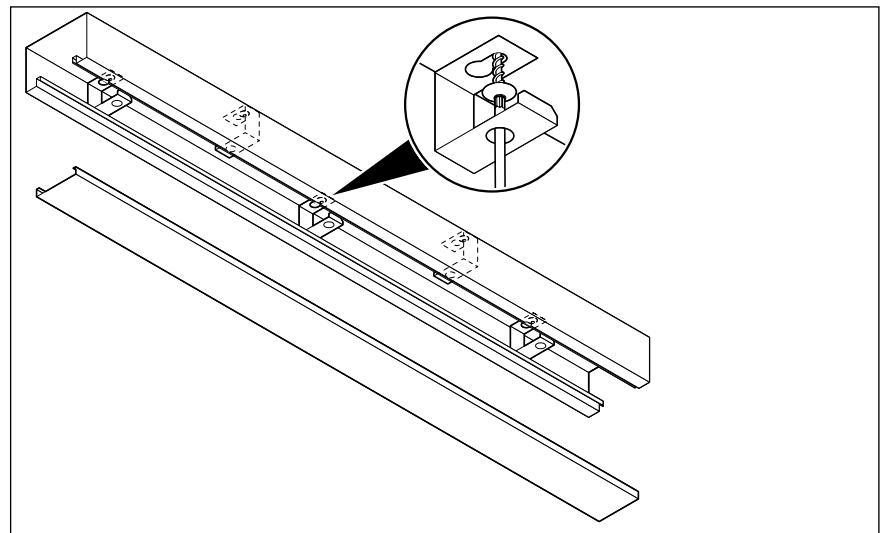

Abb. 16: Kabelbügel bei Deckenmontage einsetzen
- Kanal an den inneren Löchern zusammen mit Kabelbügeln für Deckenmontage (BSKM-BD 0711 bzw. BSKM-BD 1025) fixieren (siehe Abb. 16 auf Seite 23).